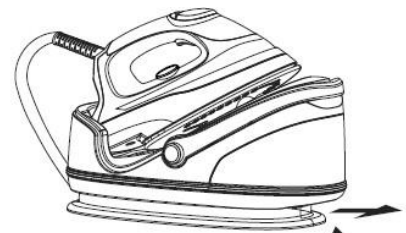

Fig.2
1. Presione el bloqueo del depósito de agua hacia arriba y deslice el depósito de agua extraíble hacia fuera desde la base. (Fig. 2)